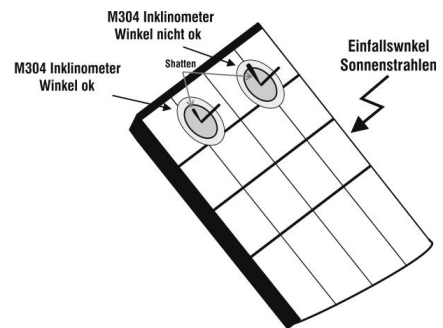

Abb. 7b: Positionierung des Inclinometers M304
16. Stellen Sie den mitgelieferten Neigungsmesser M304 auf die PV Moduloberfläche. **Überprüfen Sie, ob der Schatten des Messstabs “nicht über den Rand des auf dem Neigungsmesser eingezeichneten Kreises hinausragt” (Abb. 7b). Der Einfallswinkel der Sonnenstrahlen auf die PV Moduloberfläche würde sonst zu flach sein und nicht den normgerechten Testbedingungen der Solarmodul-Hersteller entsprechen. In diesem Fall ist keine Übereinstimmung der Messdaten mit jenen des Herstellers zu erwarten. Die Messungen müssen folglich zu einer anderen Tageszeit vorgenommen werden**